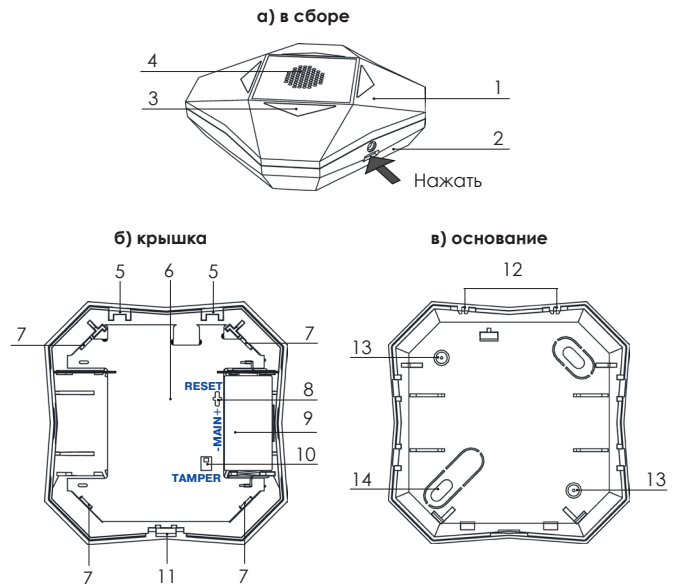
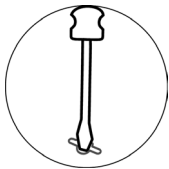

Рисунок 2 – Конструкция «Ri-S-2»
Рисунок 3
5.1 Конструктивно сирена выполнена в пластмассовом разъемном корпусе (рис.2 а). Сирена состоит из крышки (1) с установленной печатной платой (6) и основания (2).
7.2 Откройте корпус оповещателя. Для этого, отверткой с плоским шлицем слегка нажмите на защелку (поз.11, рис.2).
7.4 Замкните проводящим предметом контакты сброса RESET (поз.8, рис.2) на плате сирены до появления индикации «Связывание» (см. рис.3).
8.3 Для контроля отрыва от стены обязательно заверните шуруп в отверстие поз.14, рис.2.
8.4 Закройте корпус сирены. Для этого, совместите выступы (поз.12, рис.2) основания с пазами (поз.5, рис.2) крышки и защелкните корпус.
9.2 Нажмите кнопку TAMPER (поз.10, рис.2) на 1 секунду а затем отпустите.